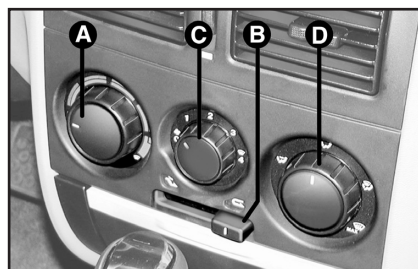

рис. 46
ОРГАНЫ УПРАВЛЕНИЯ (рис. 46)
5) Кондиционер: нажать на ручку **C** (рис. 46).
Кондиционер очень полезен для отпотевания/оттаивания стекол, поскольку он осушает воздух. Достаточно установить органы управления в положение, соответствующее режиму отпотевания/оттаивания стекол, и ручкой **C** (рис. 46) включить кондиционер.